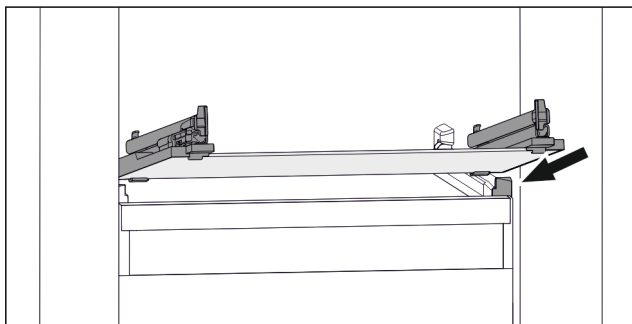

Fig. 140 Exempel på glashylla
- ▶ Sätt på glashylla i vinkel bakom stopplackarna. (se Fig. 140)